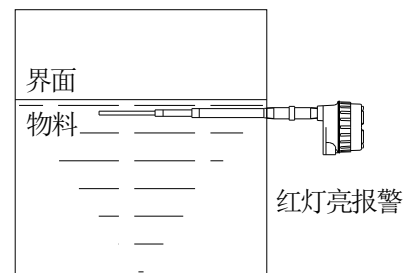

图 6.2 绝缘物料的标定 2
- 升高物位令其覆盖传感器。见图 6.2 绝缘物料的标定 2 (此时 LED 红灯亮)。